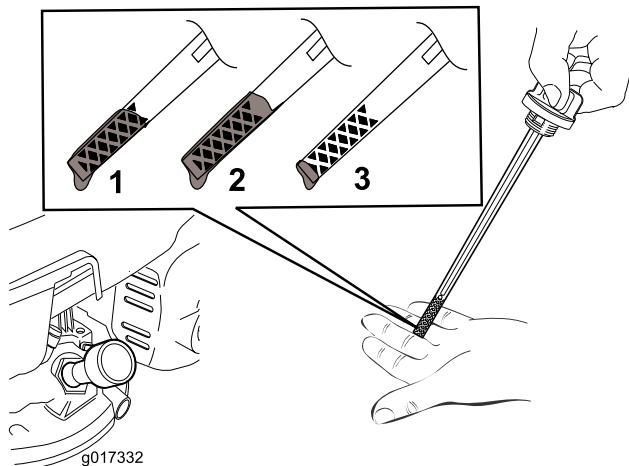

Figura 6
Nota: Llene el cárter con aceite hasta que la varilla indique que el nivel del aceite del motor es correcto, según se muestra en Figura 6. Si usted llena demasiado el motor, vacíe el exceso de aceite según se indica en Cómo cambiar el aceite del motor \(página 14\).
2. Retire la varilla (Figura 6).